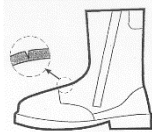

Figura 1
- FIGURA 1 – Inizio di una rottura del tomaio;